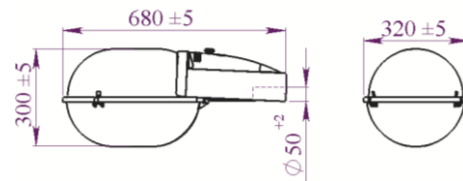

Рисунок 1
2.1 Светильники консольные серии ЖКУ16... 1031 У1 (рисунок 1) с электронными пускорегулирующими аппаратами, с газоразрядными лампами высокого давления предназначены для наружного освещения: освещения улиц, дорог с высокой, средней и слабой интенсивностью движения транспорта, железнодорожных платформ и станций, мостов, территорий дворов, школ.